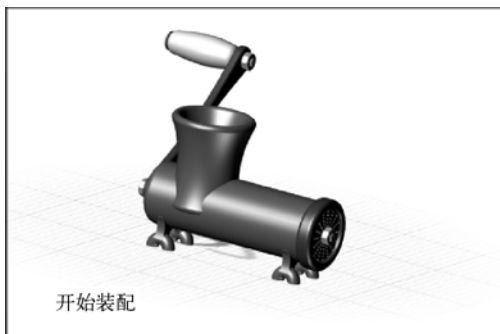

图 8-17 视口中的交互式按钮
- **“设计模式”按钮** ：用于切换“设计模式”（选中）和“演示模式”（取消选中）。该按钮选中和取消选中，表面看没有太多变化，但是，当为动画添加了交互式事件时（类似于 PPT 中的“跳转”按钮，如图 8-17 所示），在演示模式下，可以在当前视口中测试单击该按钮后的动画操作。